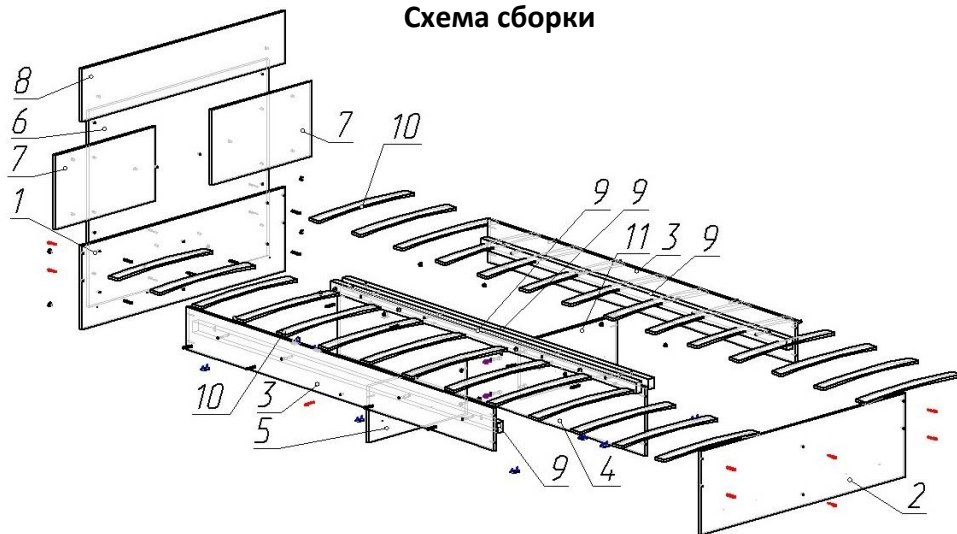

Рис.1
2. Забить в деталь №6 гайку М6 усовую (Б) (рис.1).